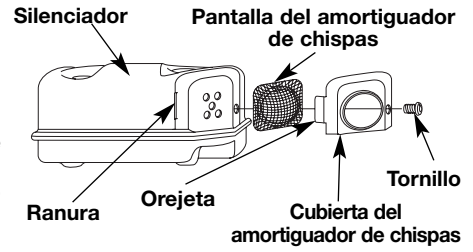

Fig. 39
2. Con un destornillador de vástago plano o broca Torx T20, saque el tornillo que conecta la cubierta del amortiguador de chispas al silenciador (Fig. 39).